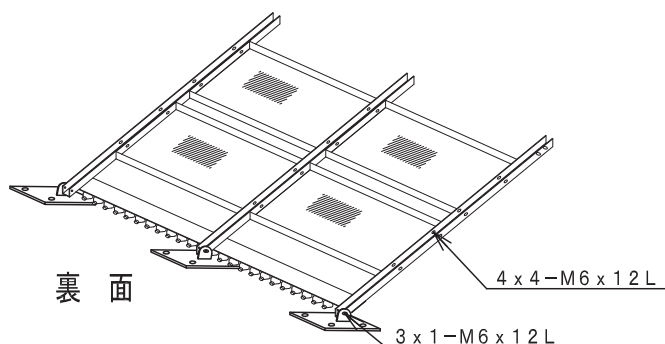

図 2.
- 図2 全てのフレームを取付けたらボルトを完全に締めきってください。